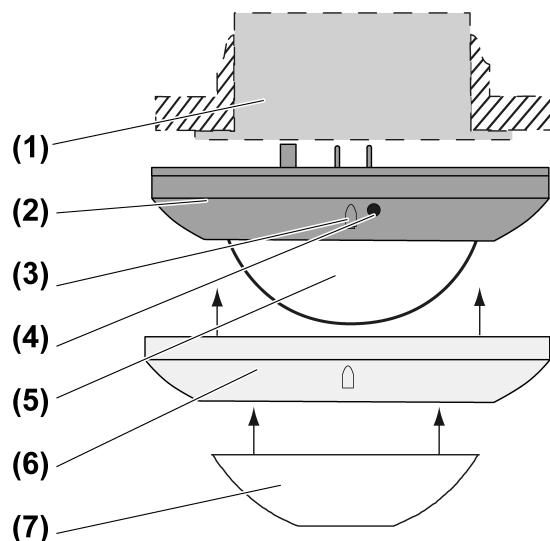

Bild 1: Geräteaufbau
- Koppelmodus aktivieren: Taste **Bluetooth** ⌘ (4) (Bild 1) länger als 4 Sekunden drücken. Die blaue LED blinkt. Der Koppelmodus ist für eine Minute aktiv.